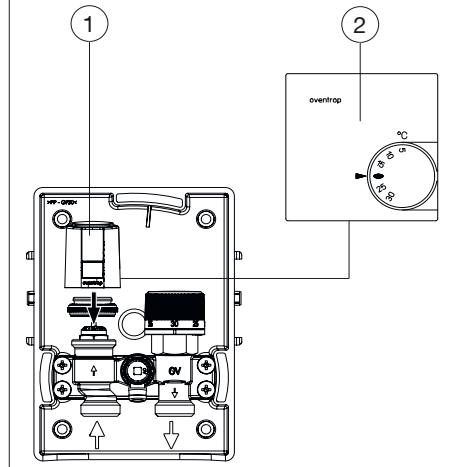

Fig. 11: Montage du thermostat d'ambiance avec moteur
- Vissez le moteur (voir Fig. 11, page 58 (2)) sur le robinet. Insérez le câble par le perçage dans le boîtier encastrable (voir 6.1, page 55).